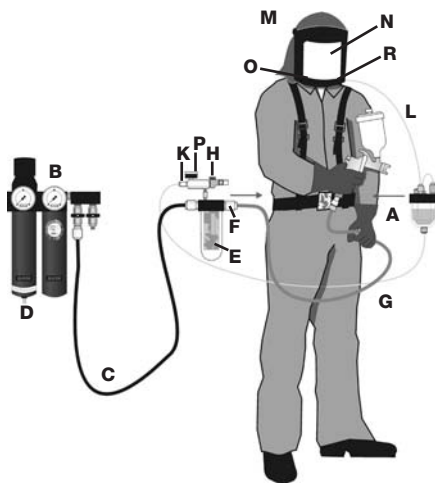
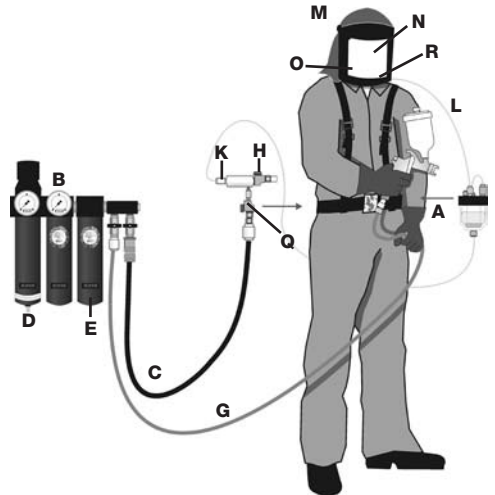

figura 1
figura 2
SATA vision 2000, no. de pedido: 69500, aparelho de tubo flexível de ar comprimido EN 270, constituído de capacete de protecção respiratória e cinto, no. de pedido: 54015, com adsorvente de carvão activo, figura 1, ou alternativamente, com cinto, sem adsorvente de carvão activo, no. de pedido: 58941, semelhante ao da figura 2.
Jogo SATA para a protecção respiratória, capuz de protecção respiratória com campo visual recortado, com conjunto de cintas, com adsorvedor de carvão activado (semelhante à figura 1) e, alternativamente, sem adsorvedor de carvão activado (semelhante à figura 2), aparelho ligado à mangueira de ar comprimido, para aplicações secundárias EN 1835, capuz de protecção respiratória, classe 1.
O super conjunto de protecção respiratória - vision 2000 - da SATA é um protector sanitário de alta efectividade para pintores, bem como para trabalhos em ambientes insalubres. Ele é constituído de uma capacete de protecção respiratória ventilada, o qual é abastecido com ar respirável, um cinto com filtro de carvão activo e conector auxiliar para um aparelho de ar comprimido, figura 1, ou alternativamente, com cinto, sem filtro de carvão activo, e sem conector para um aparelho de ar comprimido, figura 2, e um tubo flexível de alimentação de ar comprimido.
Deverá ser assegurado pelo operador, que o ar aspirado pelo compressor é tão isento de gases nocivos, vapores e partículas névoa de óleo, deverá ser montado, entre o adsorvente de carvão activo do cinto, figura 1, ou alternativamente, entre o adsorvente de carvão montado na parede 464 e a instalação de ar, um filtro de ar comprimido com manómetro (p.ex. SATA 444).
A ligação entre o sistema de alimentação de ar comprimido (B), figura 1, e, respectivamente (E), figura 2, e o respectivo cinto (peça do cinto) deverá ocorrer com o tubo flexível de alimentação de ar comprimido licenciado (resistente ao aquecimento, antiestático, resistente a dobraduras, resistente a batidas com os pés, máx. 50 m) com o acoplamento rápido de segurança, p. ex. SATA, no. de pedido 49080 (6 m).